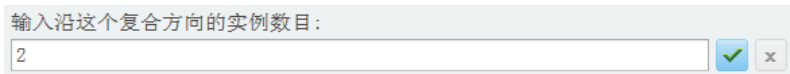

图 10-57 输入沿这个复制方向的实例数目
7) 在菜单管理器的“退出”菜单中选择“完成移动”命令，接着输入沿这个复制方向的实例数目“2”，如图 10-57 所示，单击  (接受) 按钮。